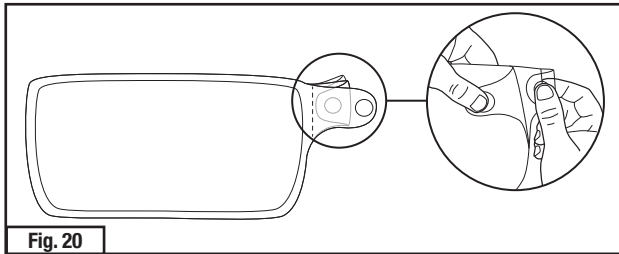

Fig. 20
**NOTA:** Para ayudar a facilitar la remoción de cada capa de la cubierta en uso puede doblar las lengüetas en la segunda, tercera y cuarta capa en la pila, según se muestra en la Fig. 20.